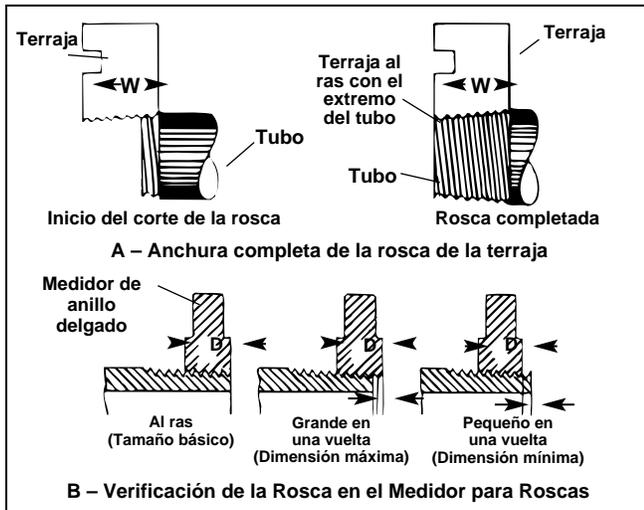

Figura 13 – Verificación de la longitud y profundidad de la rosca
10. Verifique la longitud y profundidad de la rosca. (Figura 13)
(Vea la Figura 13)